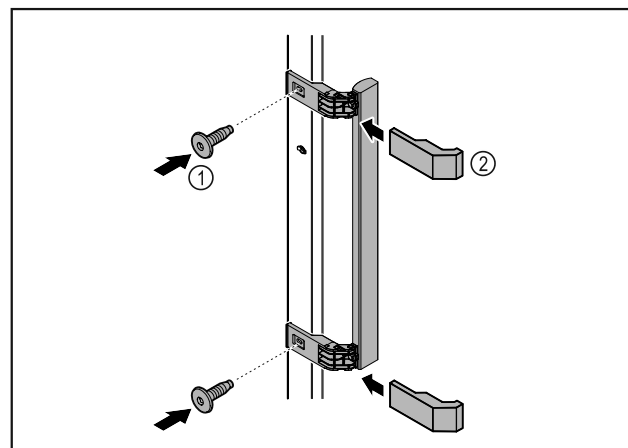

Fig. 6
- Montera handtaget från tillbehörspaketet på dörren med de skruvar Fig. 6 (1) som medföljer.
- Sätt på skyddet Fig. 6 (2).